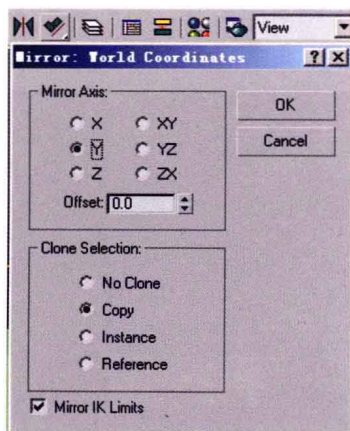

图 1-18
4. 确定在透视图，按下工具栏中的【镜像】 工具，注意修改其参数，可以在五角星的背面复制出另外一个五角星。如图 1-18 所示。